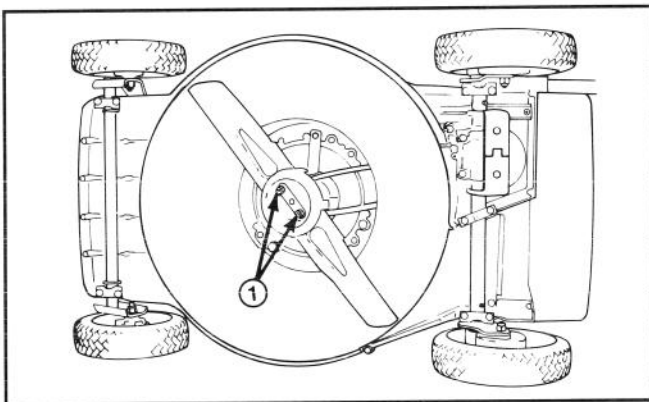

Abbildung 22
3. Den Mäher auf die rechte Seite kippen (Abb. 22). Das Messer nicht drehen, da es sonst Startprobleme geben könnte.
5. ENTFERNEN DES MESSERS—Das Endstück des Mähmessers mit einem Lappen oder einem dicken Handschuh anfassen. Entfernen Sie 2 Gegenmutter, 2 Unterlegscheiben, Schutzpfanne und Messer (Abb. 22 & 24).